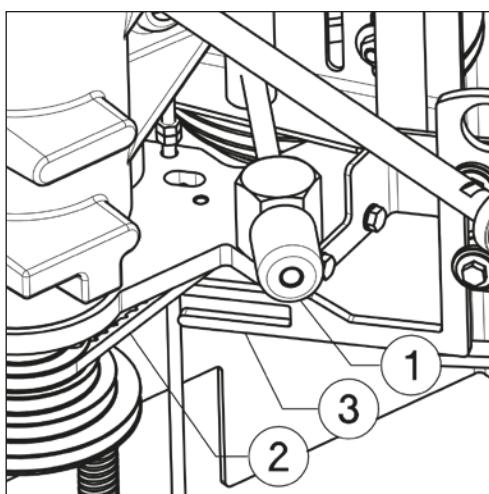

Fig.29
2. Bovendien is er een eindeloopschakelaar op de vork (fig.29) die de maximale snelheid van 3000 T/min bij het pennenslaan controleert.
In het geval geen bescherming (topkap en bogenfrees) op de tafel staat, dus voor het pennenslaan, is het absoluut noodzakelijk de riem in de gleuf te plaatsen die overeenstemt met de snelheid van 3000 T/min, en de hendel (fig.29,2) op "3000 T/min" te plaatsen om de machine op te kunnen starten.